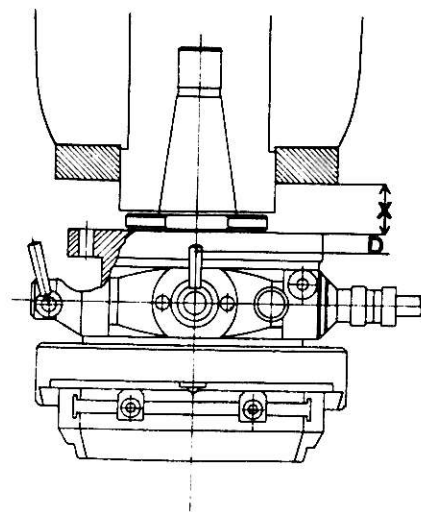

Fig. 4
- 2 - Montare la testa nel mandrino a mezzo del solo codolo (Fig. 4)
- 3 - Rilevare esattamente la quota X (Fig. 4)